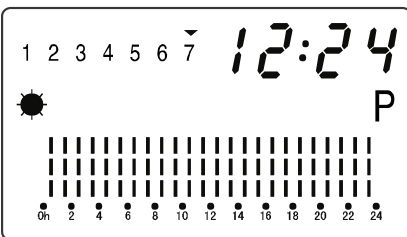

Fig. 16
Note : Une fois arrivée à la dernière plage horaire (24) du dimanche, appuyez brièvement sur la touche P pour valider et sortir du réglage. (Fig. 16)